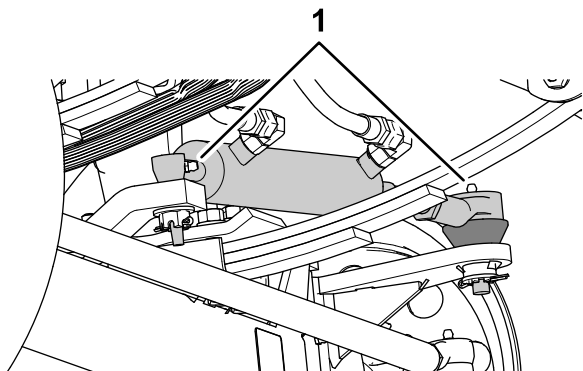
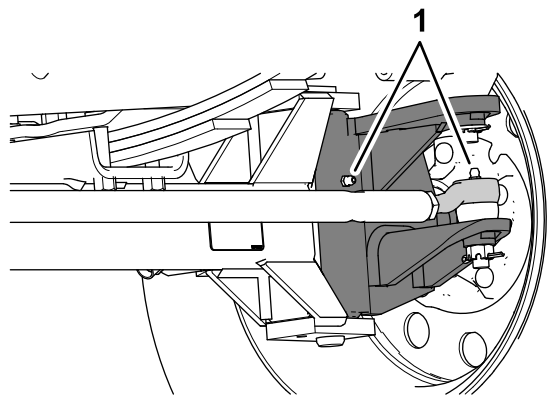

Figura 103
Figura 104
1. Limpie los engrasadores (Figura 103 y Figura 104).
2. Bombee grasa en los engrasadores (Figura 103 y Figura 104).
Nota: La ubicación de los engrasadores se indica en Figura 103.